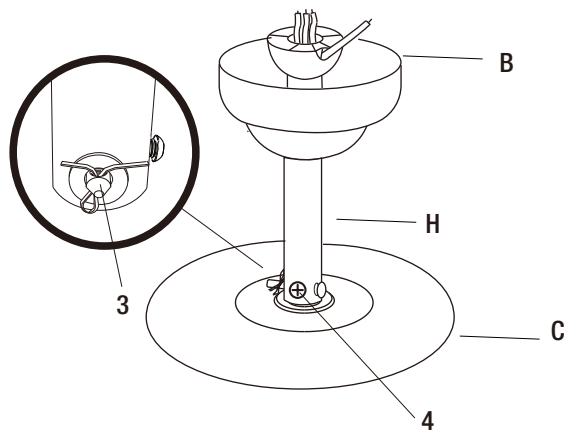

Figure 5
- Pousser le pivot (3) dans l'arbre du moteur et dans les trous de la tige de suspension (figure 5). L'extrémité d'insertion du pivot de forme conique est spécialement conçue de manière à écarter les fils à l'intérieur de la tige de suspension sans les endommager. Fixer le pivot en insérant la goupille fendue et en pliant les extrémités pour l'empêcher de sortir des trous (figure 5).
- Fixer l'arbre du moteur et la tige de suspension en serrant la vis (4) sur la tige de suspension (figure 5).